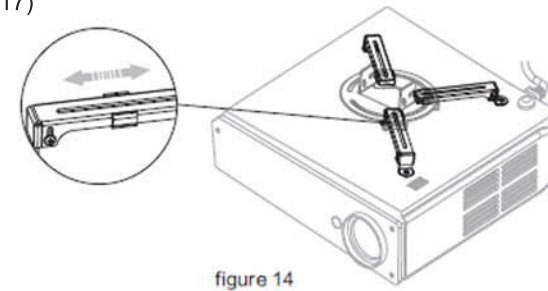

figure 14
- 2.) Wenn der Projektor über 3 Befestigungspunkte verfügt entfernen Sie bitte die Haltearme von der Grundplatte. Verbinden Sie die 3 Haltearme mit dem Projektor und verbinden diese im Nachgang mit der Grundplatte der Halterung. Die Grundplatte sollte zentral ausgerichtet werden (figure 14).